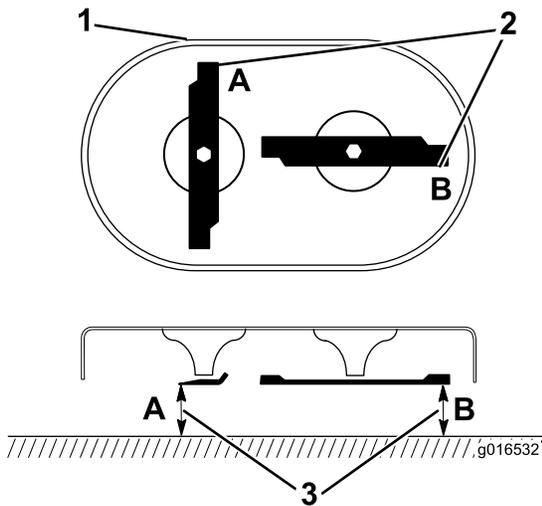

Figure 31
1. Faites pivoter les lames pour les positionner comme montré à la Figure 31.
2. Mesurez la distance entre une surface plane et le tranchant des lames aux points A et B, (Figure 31), et notez ces deux dimensions.